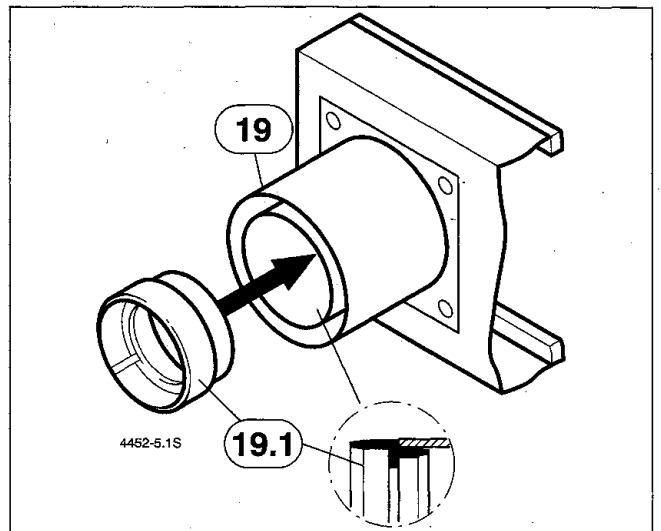

Bild 21
- Montieren Sie die Dichtung (19.1) am Anschlußkasten (19) Bild 21.